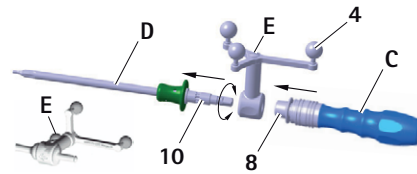

Fig. 8 Montaje de la unidad con estrella de referencia («calibración con ICM 4») y el mango S⁴C (FW067R o FW165R) en el destornillador S⁴C
- Soltar el casquillo de bloqueo 8, ver Fig. 8.